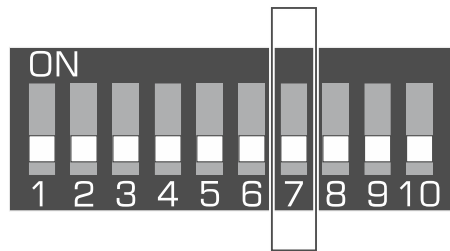

Abb. 5. Schalter zur Einschaltung / Ausschaltung der Unterstützung des nicht registrierten Testers ARF-200.
**Schalter 7** (Abb. 5) dient zur Einschaltung / Ausschaltung der Unterstützung des Testers ARF-200, der im Funkbasismodul nicht registriert ist: